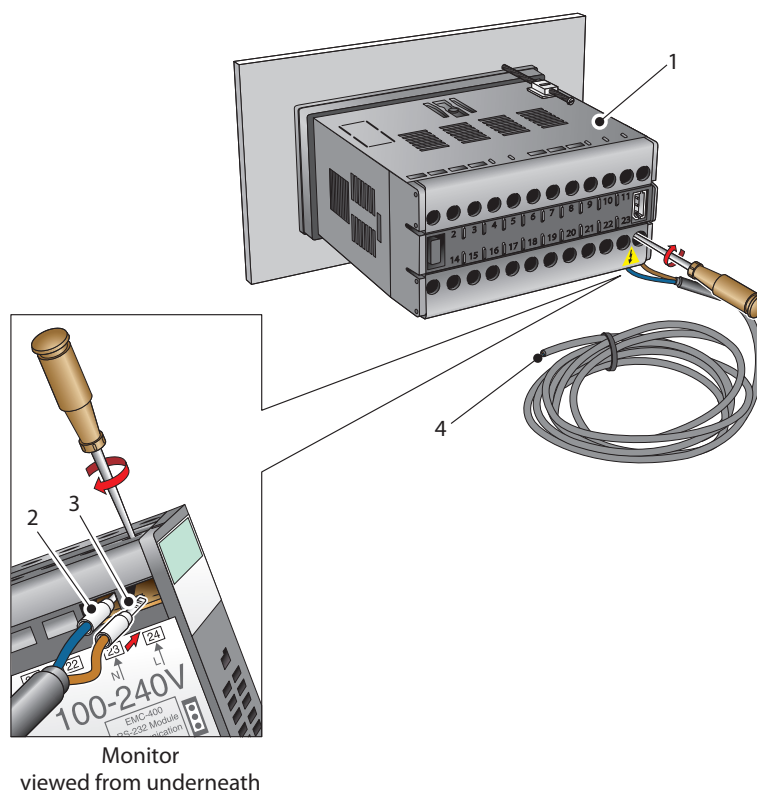

Figure 9 Branchements de l'alimentation électrique CA
Brancher l'alimentation électrique CA sur l'indicateur de processus (1) comme indiqué sur la *figure 9*. Consulter aussi le tableau 2 qui donne un résumé de tous les branchements sur le panneau arrière de l'indicateur de processus.
Pour monter l'unité, procéder comme suit (se référer à la *figure 9*):